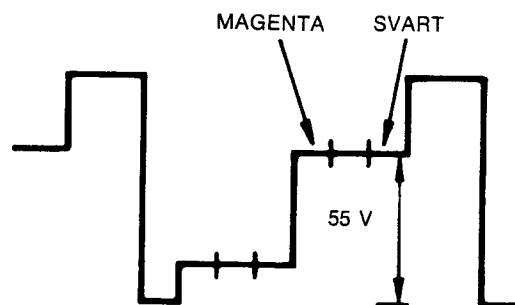

Fig. 4
- Kontrast och färgmättnad i normal-läge. Tryck till på mottagarens återställningsknapp $\times \times \times$. Avskärma fotomotståndet (PD20) på manöverpanelen helt från infallande ljus. (Beläget mellan sifferdisplay och bildrör.) Ställ in G-signalens amplitud i $\diamond 02$ till 50V BA (51-56 cm mottagare) resp. 55V BA (67 cm) med PC03. Färgmättnaden inställes med PC01 så att magentabalken ligger på samma nivå som den svarta balken (se fig 4).